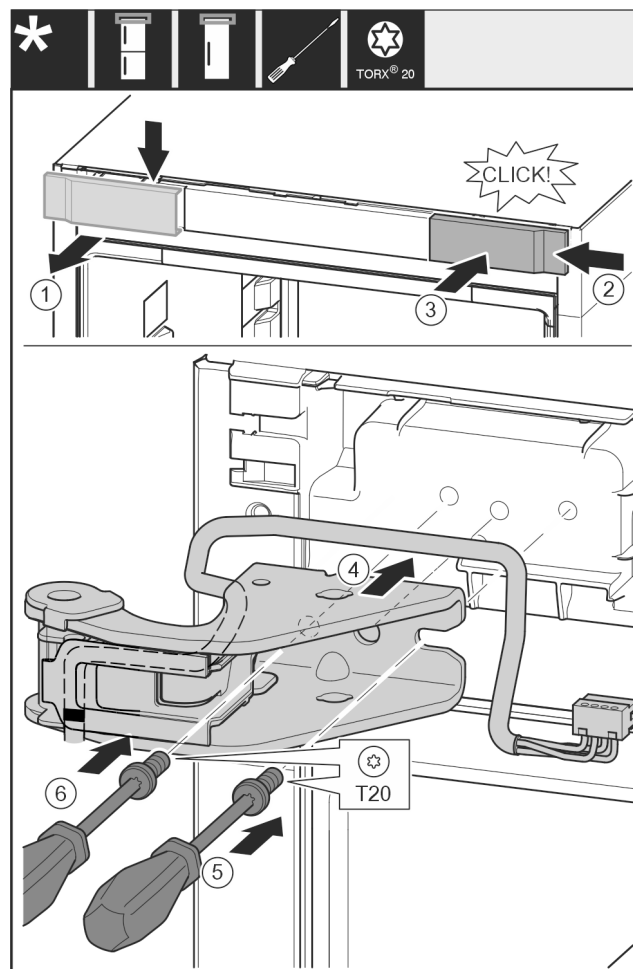

Fig. 33
- Odeberte kryt Fig. 33 (1) shora dopředu.
- Kryt Fig. 33 (2) otočený o 180° zavěste na druhé straně zprava.
- Zaklapněte kryt Fig. 33 (3).
- Nasad'te horní stojan ložiska Fig. 33 (4).
- Šroubovákem nasad'te šroub Fig. 33 (5) a utáhněte.
- Šroubovákem nasad'te šroub Fig. 33 (6) a utáhněte.